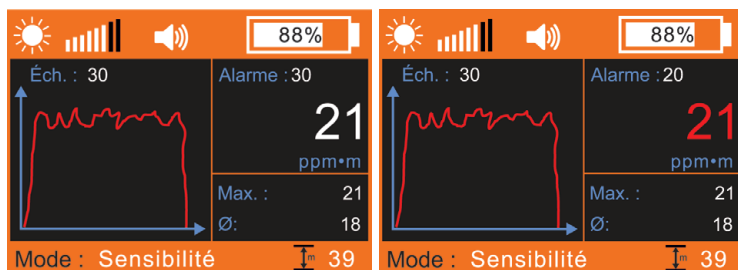

Fig. 8 : Mode mesure – Affichage de la valeur mesurée actuelle
- La valeur mesurée actuelle est affichée en rouge (fig. 8, image de droite).